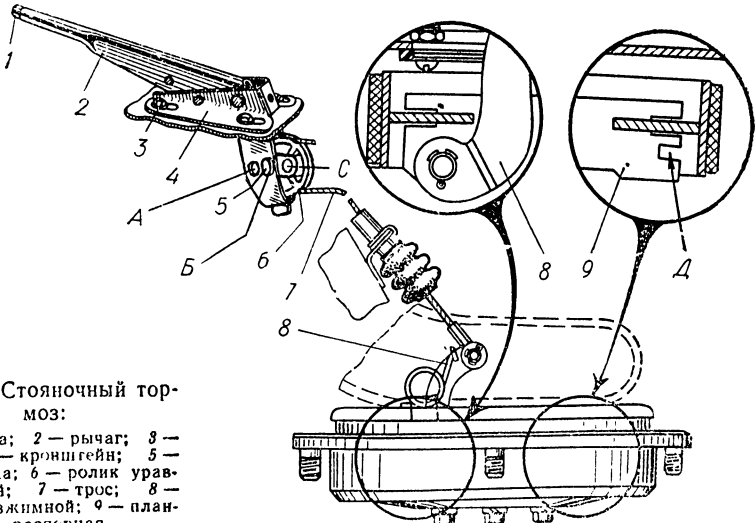

Рис. 55 Стояночный тормоз:
Стояночный тормоз (рис. 55) предназначен для затормаживания автомобиля на стоянках и удержания его на уклонах. Пользоваться им как рабочим тормозом следует только в аварийных случаях, при неисправных тормозах ножного привода.
1. Натяжка троса путем перемещения кронштейна 4 (рис. 55) рычага тормоза вперед. Для этого отпустите четыре болта 3 крепления кронштейна к туннелю кузова и сдвиньте кронштейн по овальным отверстиям вперед. Затяните два болта и проверьте ход рычага. До полного затормаживания колес он не должен превышать 4—5 щелчков храповика. После регулировки болты крепления кронштейна затяните.